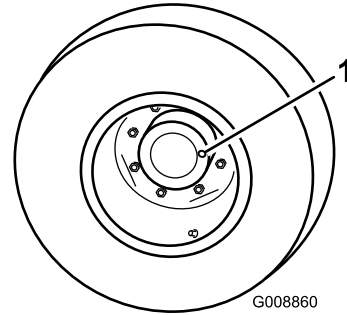

图 47
1. 机器在水平地面上时将车轮放置为一个检查塞 (图 47) 在 12 点钟位置另一个在 3 点钟位置。
2. 取出 3 点钟位置的检查塞 (图 47)。